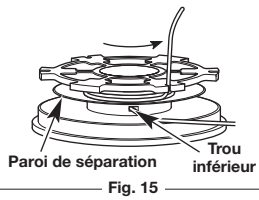
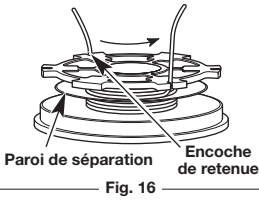

Fig. 15
Fig. 16
3. Insérez l'extrémité de l'autre fil de coupe dans le trou inférieur du moulinet intérieur (Fig. 15). Embobinez fermement le fil dans la direction indiquée au bas du moulinet intérieur jusqu'à ce qu'il en reste 75 à 225 mm (3 à 9 pouces) environ. Maintenez le fil en dessous de la paroi de séparation. Insérez la section de fil de 75 à 225 mm (3 à 9 pouces) dans l'encoche de retenue 0,095 opposée (Fig. 16).